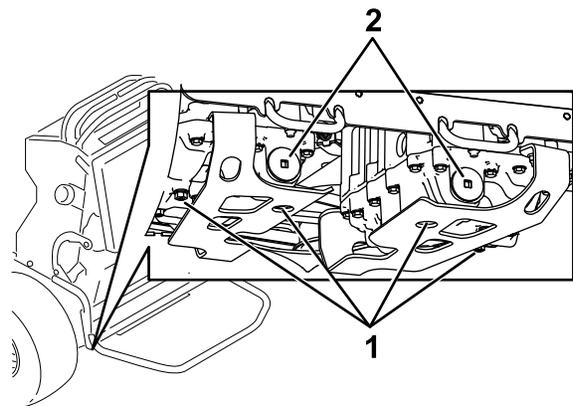

Figure 61
- Localisez le bouchon de vidange sous la base de chaque transmission et placez un bac de vidange sous les bouchons (Figure 61).